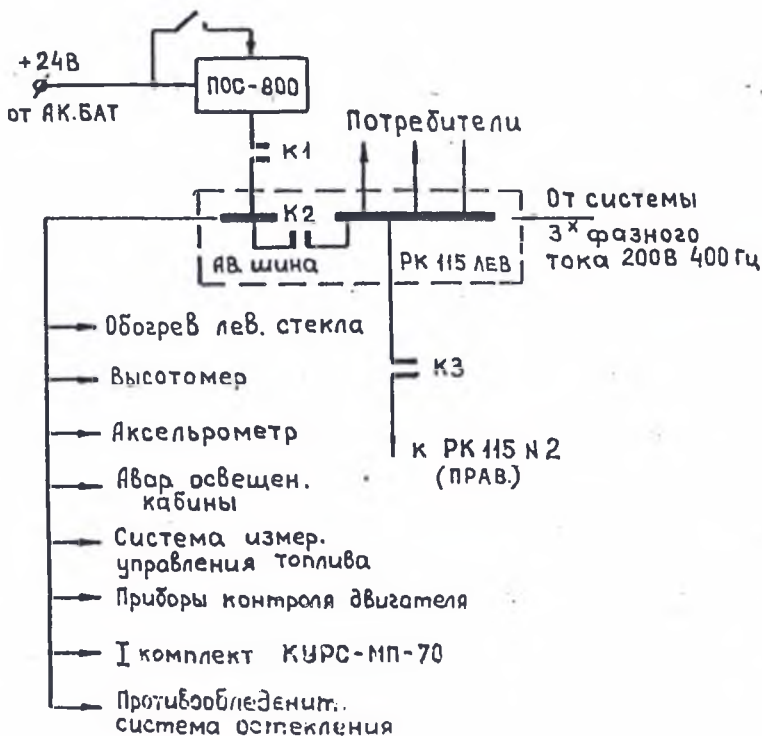

Рис. 3. Схема распределения аварийного
К основным шинам трехфазного тока (шины А, В, С) через нормально замкнутые контакты К2 (рис. 3) подключена шина аварийного питания с потребителями жизненно важными для полета. При отказе питания на шинах РУ 115 Н 1 и РУ 115 Н 2 автоматически подключается к аварийной шине статический преобразователь ПОС1000 (800) через контакты К1 силового реле.
При нормальной работе системы электроснабжения переменного тока каждый генератор нагружен на 30%. Поэтому при отказе даже двух генераторов работающий генератор обеспечивает питание потребителей, подключенных к РУ 115 Н 1 и РУ 115 Н 2 (РУ левого и правого борта), шины которых объединяются контактами К3 силового контактора (см. рис. 3).